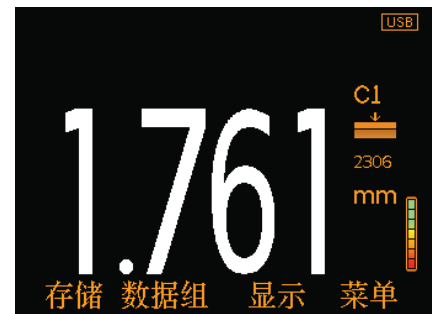

图5: 读数
- 读数(图5); 使用由用户定义的分辨率显示读数值,见zh-13页7.7节.